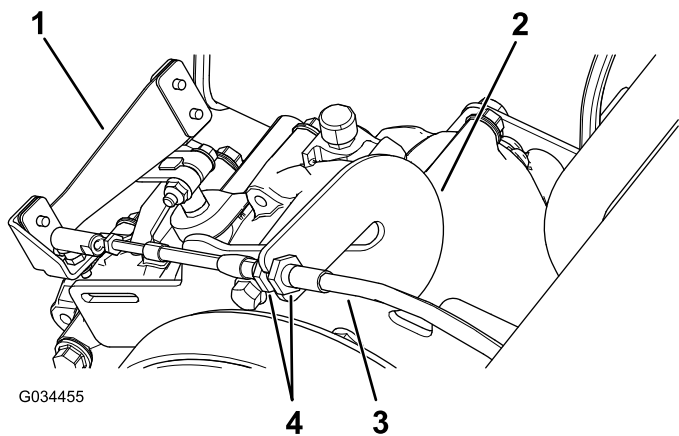

Figura 57
1. Afloje las contratueras del cable de la palanca de cambios y ajústelas cuanto sea necesario (Figura 57).
- Pruebe la posición de la palanca de cambios girando el selector a las 3 posiciones distintas y compruebe si la palanca (Figura 57) cambia correctamente al cambiar de marcha; consulte Palanca de cambios e indicador de cambio de marcha (página 11).